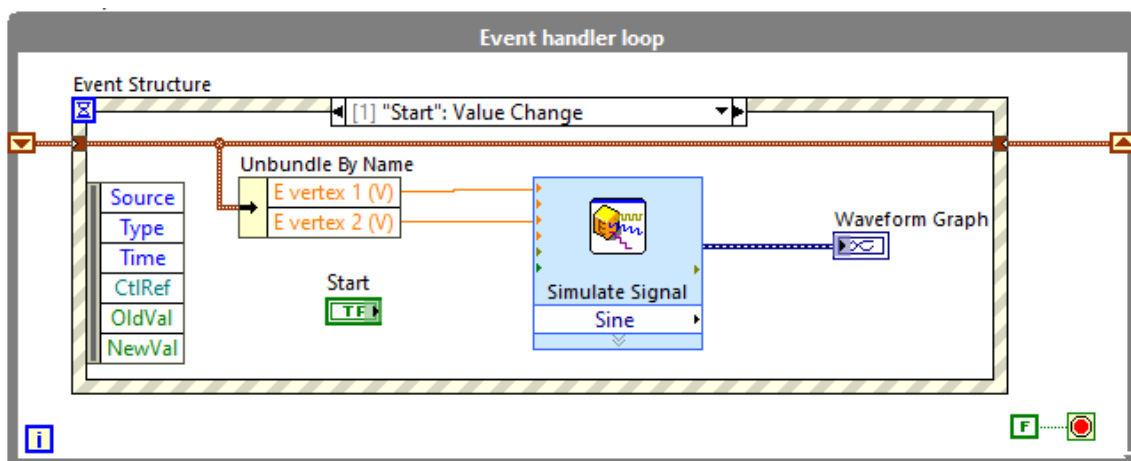

Figura 2.3 Bloc diagram del programa principal i esdeveniment Start.
- El botó Start activarà el segon esdeveniment (figura 2.3) on s'haurà de crear i visualitzar un senyal on els controls numèrics modificaran el senyal.